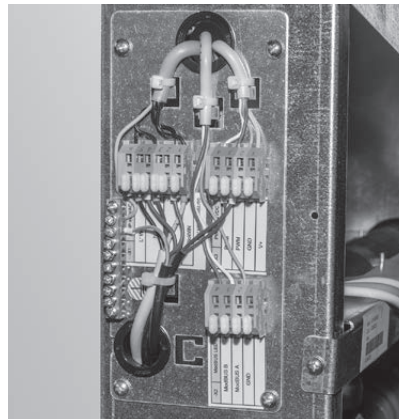
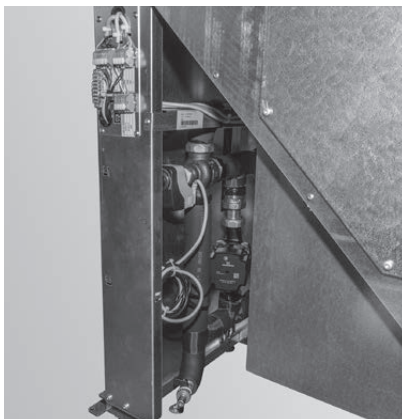

Fig. 74 Collegare i cavi della pompa e della valvola di commutazione ai morsetti
Fig. 75 Staccare con le tenaglie il filo nero
- ▶ Infilare i cavi della pompa e della valvola di commutazione e collegarli ai morsetti sulla scheda del gruppo idraulico – Fig. 74, Fig. 75. Per lo schema di collegamento elettrico della pompa e della valvola di commutazione alla console di collegamento del gruppo idraulico Smart-Flow vedere il punto 25. Schema di base – BioWIN 2 Hybrid a pagina 55.